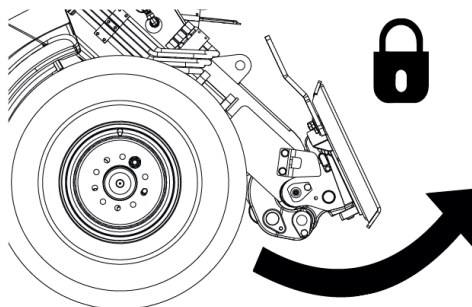

Bild 3: Fästa redskapet
5. Lyft bommen något medan du lutar adaptern bakåt, såsom visas på bild 3.